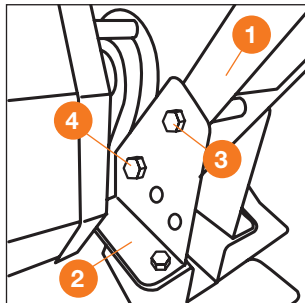

Рис. 12
7. Установка консоли для крепления рукояток (Рис. 12).